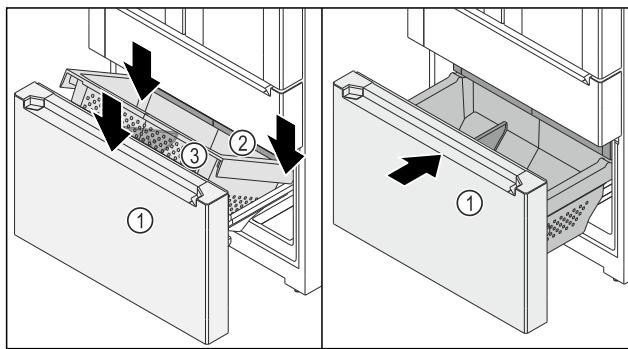

Fig. 153
- 拉出式滑架 Fig. 153 (1) 已拔出。
- 抽屉 Fig. 153 (2) 已被推入。
- ▶ 将后方容器 Fig. 153 (3) 放到左右侧轨道上。
- ▶ 降下前方容器 Fig. 153 (3)，使容器 Fig. 153 (3) 包围左右侧轨道。
- ▶ 推入拉出式滑架 Fig. 153 (1)。